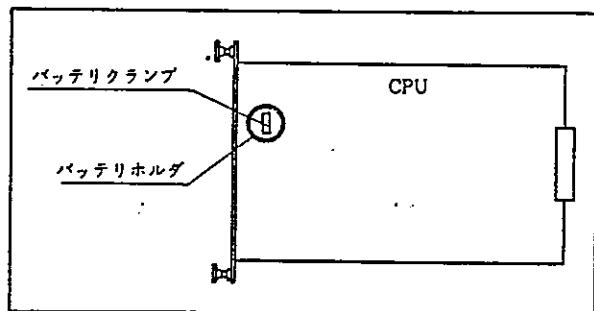

図10.6 バッテリの交換
(1) バッテリーホルダはCPU BOARDのPRINTED BOARDの前方上部に取付けられています。(図10.6参照)
(2) 新しい電池を乾いた布でよくふいて、プラス・マイナスをまちがえないように入れてください。プラスが外側です。バッテリの取出し、挿入時、バッテリクリップを破損しないよう注意してください。